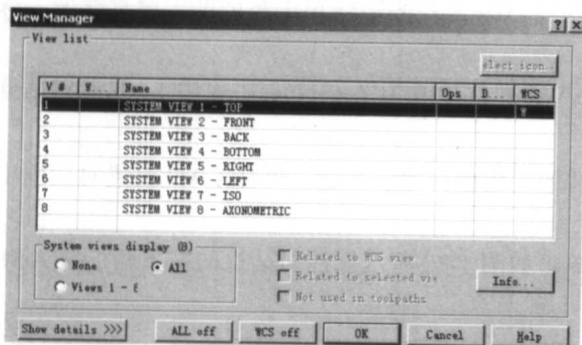

图 1-34
(6) 增加了“视图管理器”。单击辅助菜单的 WCS,显示“视图管理器”,如图 1-34 所示,用它可创建和编辑视图名。